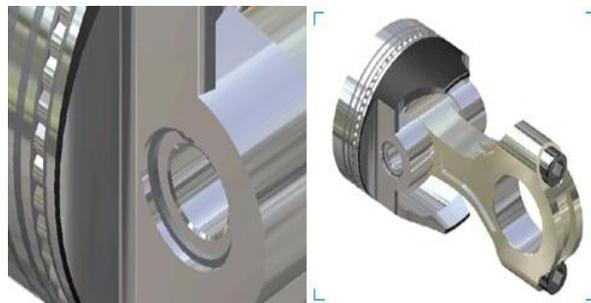

Figura 10. Zoom todo.
- **Zoom todo:** Se representa mediante el símbolo . Se utiliza el botón **Zoom todo** de la barra de Herramientas Estándar para aplicar zoom a una pieza o ensamblaje de forma que todos los elementos se muestren en la ventana gráfica. Puede aplicar zoom a un plano, a fin de que la hoja activa se ajuste dentro de la ventana gráfica. Como lo indica la figura 10.